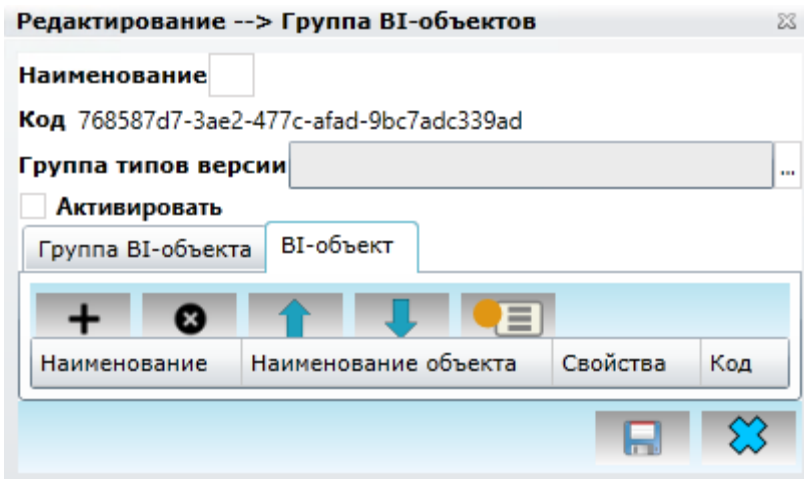

Рисунок 32. Добавление VI-объекта
- Перейти на вкладку «VI-объект» для добавления отчетов (Рисунок 32).